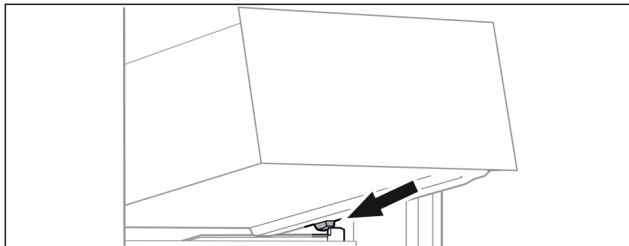

Fig. 114
- ▶ Schubfach schräg hinter den Stoppern auf Behälterrippe aufsetzen. (siehe Fig. 114)